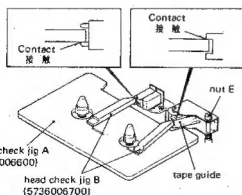
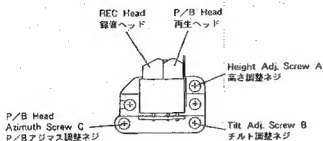

Fig. 4-5
Fig. 4-7
Note 1 : When the record/playback head has been replaced, tighten screws (A), (B), (C) shown in Fig.4-7 until they stop, then slacken them by 1-1/2 turns before starting alignment.
2. Fit jig B on the tape guide of the record/playback head as shown in Fig.4-5, then align the height with screw (A) as shown in Fig.4-7.
3. Fit jig B to the head as shown in Fig.4-6 to check its tilt and align it using screws (B) and (C) shown in Fig.4-7.
5. Fit jig B to the tape guide of the left pinch roller and align the height with nut (E). (The standard height is above the tape guide.)
6. Play test tape HTT-902, and adjust nut (E) so that the lower edge of the tape guide of the record/playback head is in contact with the tape edge, but the tape is not curled.
7. Adjust the azimuth of the playback head with screw (C) shown in Fig. 4-7 according to item 5-3 (on page 18). If the screw is rotated by half a turn or more, turn screw (A) and (B) by the same amount then align from item 6 to correct the height of the tape guide of the record/playback head.
注 1. 録・再生ヘッドを交換したときは、Fig.4-7 のネジ(A), (B), (C) が止まるまで締め、その位置からそれぞれのネジを 1.5 回転ゆるめた状態で調整を始めること。
2. Fig.4-5 のように録・再生ヘッドのテープ・ガイドに治具 B を当て、Fig.4-7 のネジ (A) で高さを調整する。
3. Fig.4-6 のように治具 B をヘッドに当ててチルトを確認し、Fig.4-7 のネジ (B), (C) で調整した後、再度ネジ (A) で高さを調整する。
5. 左ピンチ・ローラのテープ・ガイドに治具 B を当て、ナット (E) で高さを調整する。(高さの基準はテープ・ガイドの上側とする。)
6. テスト・テープ HTT-902 を走行させ、録・再生ヘッドのテープガイドの下側がカールしない程度に当るようナット (E) を調整する。
7. 再生ヘッドのアジマス 5-3 項 (18 ページ参照) に従って Fig.4-7 のネジ (C) で調整する。